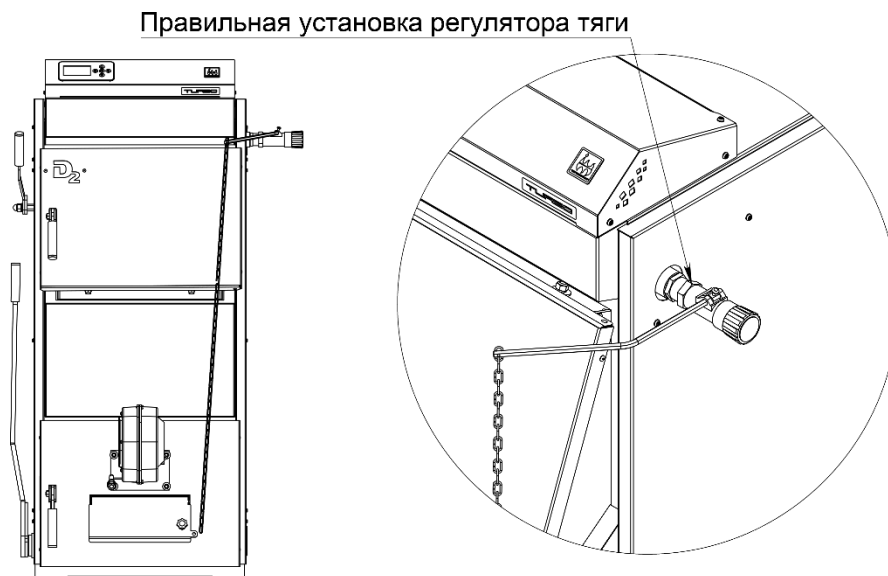

Рис. 14 Установка регулятора тяги
2. Выньте транспортировочную пластмассовую трубку и вместо нее вставьте шестигранный рычаг передней стороной, в которой нет отверстия и зафиксируйте рычаг затянув винт. Вставьте большой крючок цепочки в отверстие рычага. Регулятор тяги при этом должен быть установлен зажимным винтом вверх (рис. 14).